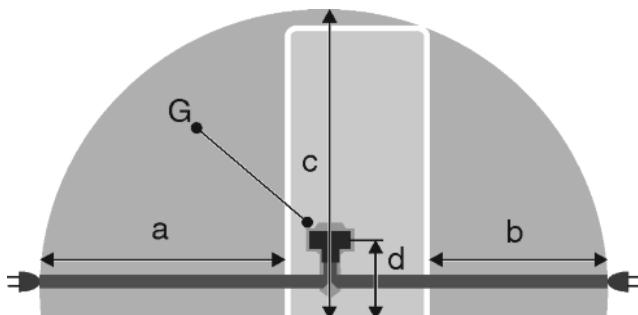

Fig. 23
- Розетка находится вне зоны задней стенки в данной зоне. Fig. 23 (a, b, c)
► Штекер устройства Fig. 23 (G) подсоединить с задней стороны устройства. Следить за правильной фиксацией.